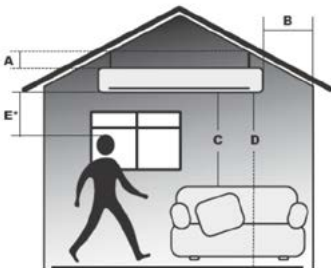

Рис.1
Минимальные расстояния от обогревателя до других поверхностей согласно рис. 1 приведены в таблице 2.
3. В соответствие с рис. 1 и таблицей 2 определите место установки обогревателя на потолке или на потолочных конструкциях с соблюдением минимальных расстояний от предметов и минимального расстояния от пола.